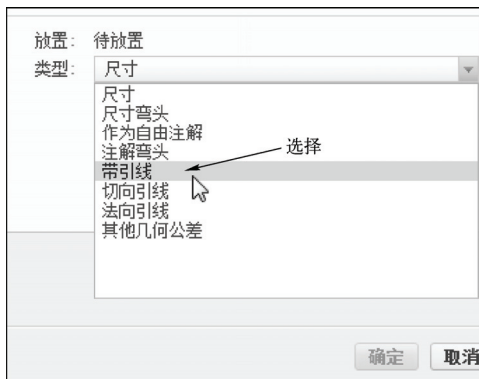

图 14-73 选择“带引线”选项
STEP 05 在“几何公差”对话框中的“放置：待放置”选项区中，单击“类型”下拉列表框的按钮，在弹出的列表中选择“带引线”选项，如图 14-73 所示。